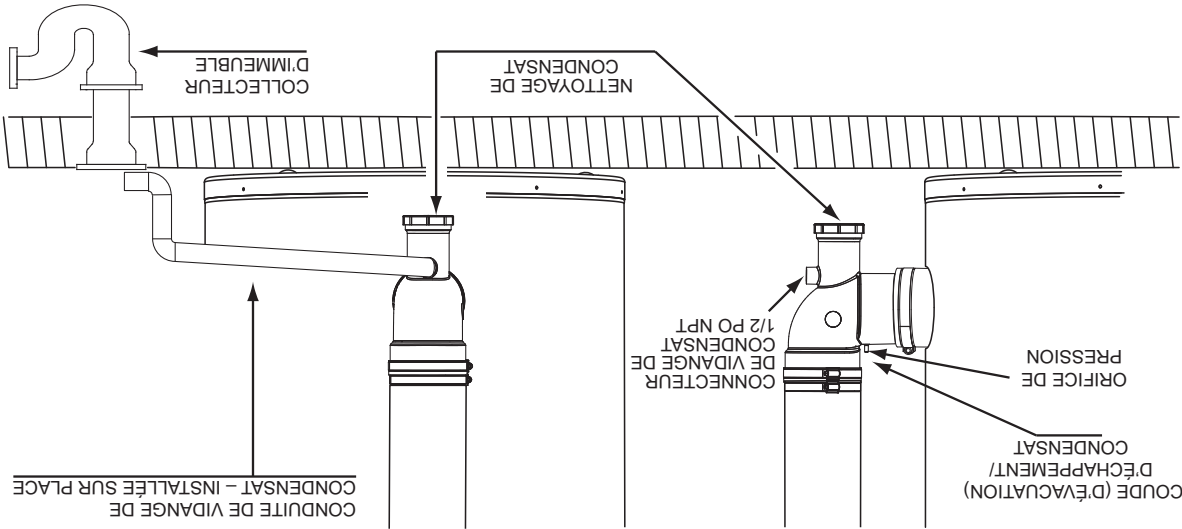

Figure 41. Installation de la vidange de condensat
2. Installer une conduite de vidange de condensat de 1/2 pouce en PVC entre le raccord de vidange de condensat sur le coude d'évacuation/condensat et un collecteur d'immeuble adéquat (siphon de sol). La conduite de condensat doit être inclinée vers un siphon de sol. Voir **Figure 41.**
3. Faire déboucher la conduite de vidange de condensat près du siphon de sol. Voir **Figure 41.**
4. S'assurer que le tuyau de vidange du condensat n'est pas élevé au-dessus du connecteur de vidange de condensat sur le coude d'évacuation/condensat. Voir **Figure 41.**